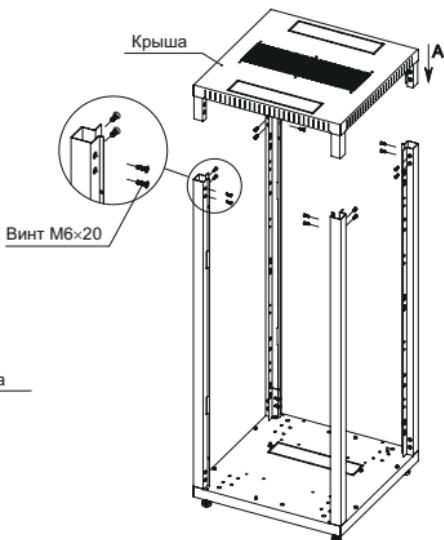

Рисунок 3 – Установка крыши
3.3 Вставьте в установленные на основание стойки крышу (действие А) и закрепите винтами M6×20 с потайной головкой (рисунок 3).